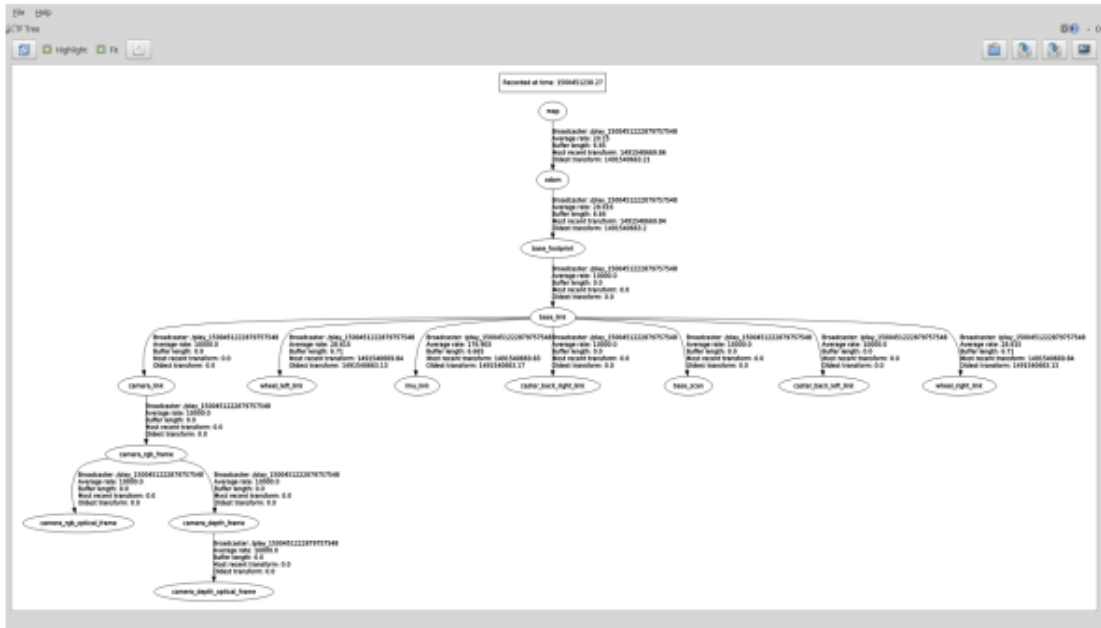

Рис. 167 Відносний статус перетворення координат деталей карти та роботів (Relative Coordinate Transformation Status of Map and Robots Parts)
Якщо ви виконаєте наведену вище команду, ви можете перевірити відносне перетворення координат (TF) робота і датчика за допомогою "TF tree viewer", як показано на рис. 167. Іншими словами, якщо ми зосередимося на позі LDS в позі робота, інформація про позу буде відносно пов'язана в порядку `odom` → `base_footprint` → `base_link` → `base_scan`. Керована поступальна швидкість і швидкість обертання від вузла `turtlebot3_teleop_keyboard` керують роботом, в той час як поза робота вимірюється відповідно до мертвим рахунком. Під час цієї процедури "odom" публікується як "tf". Фізично фіксований